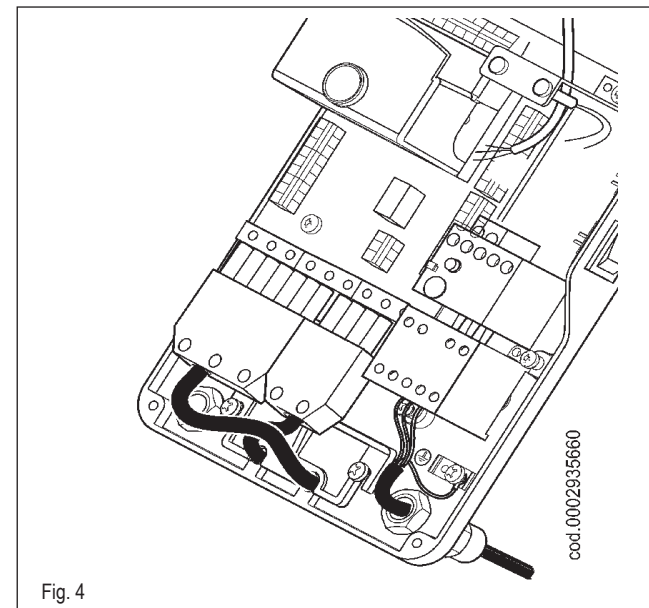

Fig. 4
- Открутите 4 винта (1), как показано на рисунке 1. Снимите крышку для получения доступа к щиту управления горелки.
- Ослабьте винты (2) для снятия зажимной пластинки проводов (3), проденьте через отверстия два разъёма 7-штырьковый и 4-штырьковый, как на рисунке 2. Если горелка трёхфазная, соедините питающие провода (4) к дистанционному выключателю, закрепите заземляющий провод (5) и затяните соответствующий хомут.
- Установите зажимную пластинку, как на рисунке 3. Поверните эксцентрик (6) так, чтобы пластинка должным образом надавила на два провода, после этого закрутите винты фиксации пластинки. Наконец, соедините два разъёма, 7-ми- и 4-штырьковый (смотрите рисунок 4).
- Avvitare le 4 viti (1) esercitando una coppia di serraggio adeguata ad assicurare la corretta tenuta, per richiudere il coperchio del quadro elettrico.